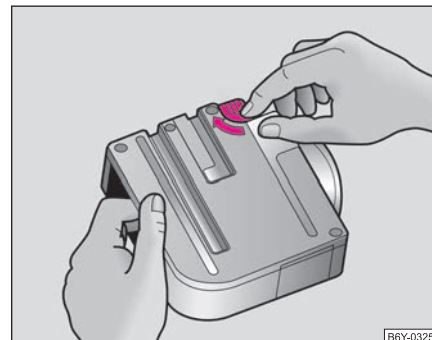

Fig. 131 Retirar los CDs
- Girar la palanca de liberación en sentido de la flecha ⇒ fig. 131.